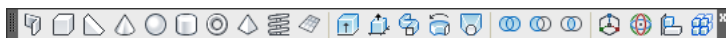

图 10.16 【建模】工具栏
- 选择【建模】工具栏中的【螺旋】按钮，如图 10.16 所示。